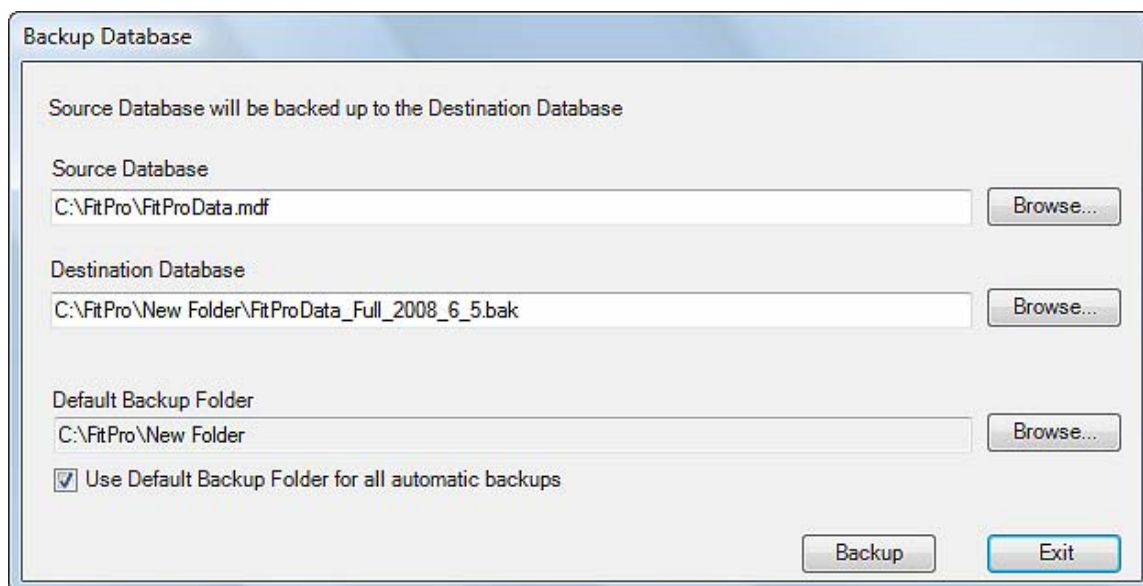

Ilustración 27. Cuadro de diálogo Backup Database (Copia de seguridad de la base de datos)
1. Seleccione **Database | Backup** (Base de datos | Copia de seguridad). Aparecerá el cuadro de diálogo para realizar la copia de seguridad (Ilustración 27).